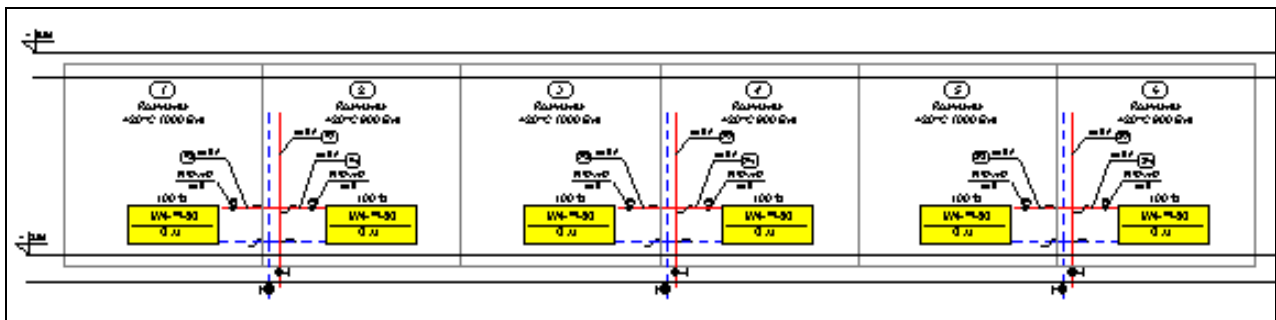

Рис. 5.33. Рисунок после двукратного выполнения команды Размножить вправо
4. при помощи кнопки **Размножить вправо**  необходимо размножить вправо готовый фрагмент рисунка соответствующее число раз (Рис. 5.33);